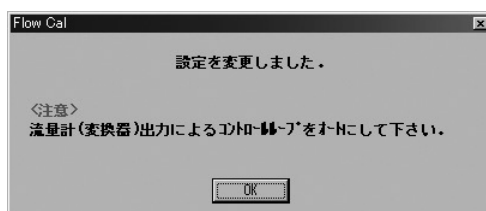

図43
- ④ 「OK」をクリックし、入力した設定値が変更されると、図43のようなメッセージボックスが現れますので、「OK」ボタンをクリックすれば設定は終了です。